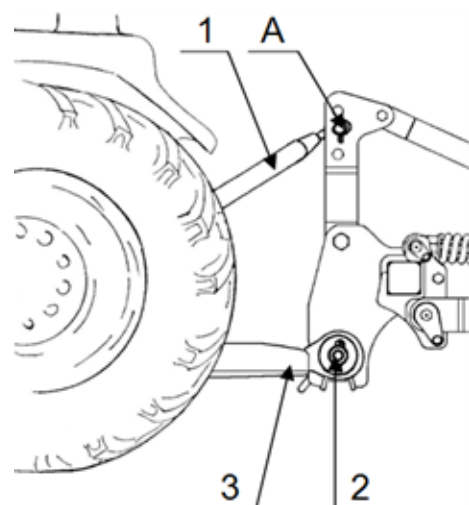

Рис. 4
Подвешивание культиватора на тягаче (Рис.4):
- откатите тягач назад на расстояние, позволяющее соединить ось подвески (4) Фото 1 с нижними штангами тягача 3 Рис.4;
- закрепите ось подвески шплинтами (4);